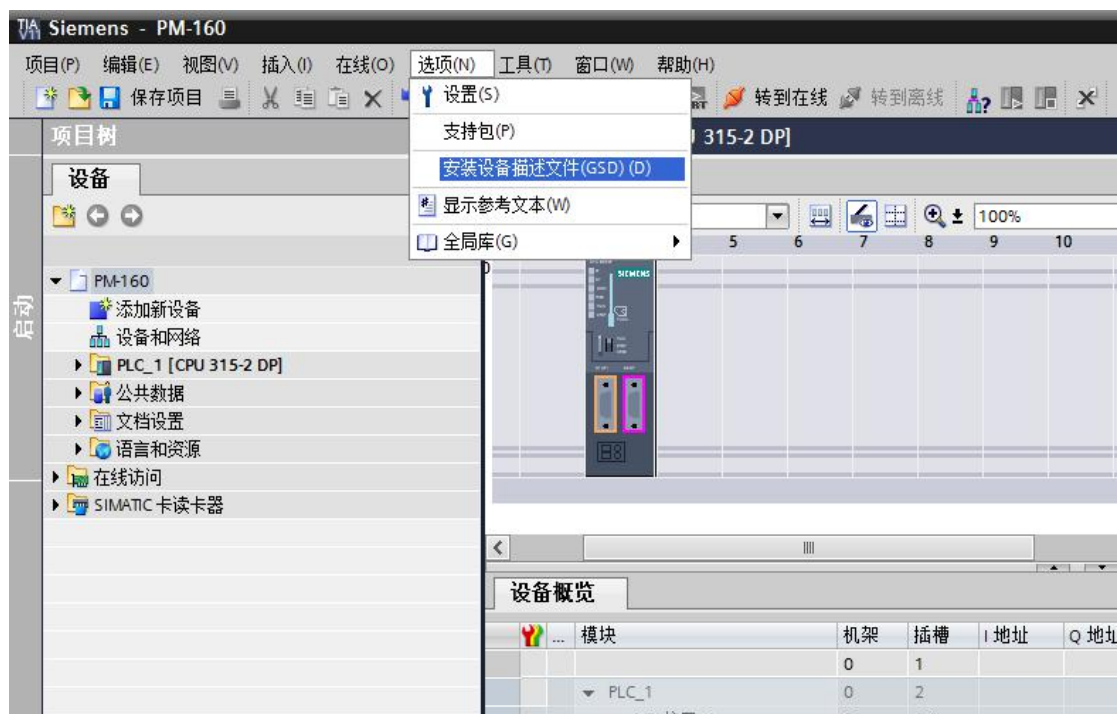

图 5 安装 GSD 文件
2.1 点击 选项 > 安装设备描述文件 (GSD) (D) , 如图 5 所示, 在弹出窗口中点击  浏览文件夹找到 PM-160 的 GSD 文件, 点击“确定”便可将 GSD 文件添加到窗口中 (注意:GSD 文件所在路径中不能包含中文, 否则安装失败), 如图 6 所示; 点击要导入的 GSD 文件前的小方框, 勾选完成, 点击右下方“安装”, 会弹出“确认安装 GSD 文件后需要重启 TIA Portal”的窗口, 然后点击“确定”, GSD 文件开始安装,如图 9 所示, 安装完成后显示消息“安装已成功完成”, 然后点击窗口下方“关闭 TIA Portal”, 会弹出“更新硬件目录”的窗口, 如图 11 所示: